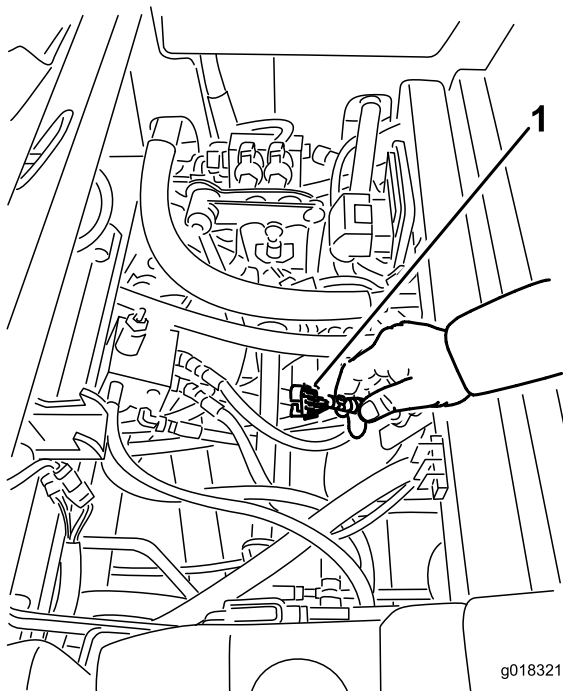

Рисунок 40
3. Найдите жгут проводов и разъемы рядом с контроллером (Рисунок 40).